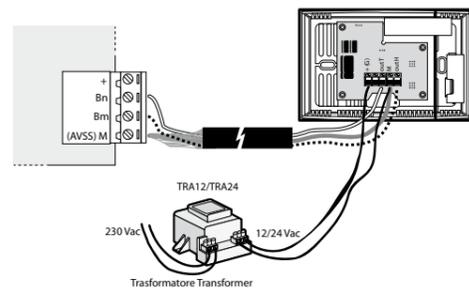

Fig. 4
Le sonde elettroniche CAREL serie DP sono dispositivi per applicazioni nei settori di condizionamento e trattamento aria, riscaldamento e refrigerazione, in abbinamento con i relativi controlli CAREL. Sono disponibili le versioni per ambiente, ambiente tecnico e per condotta. Si differenziano fra il montaggio, per il tipo di uscita di segnale e per i modelli: temperatura, umidità o combinati. Sono disponibili anche versioni con uscita di temperatura con NTC resistivo. Rispetto alla famiglia ASW presentano notevoli migliorie per la precisione di misura di temperatura ed umidità. La configurazione dei dip-switch (DP1, 2) permette la selezione del segnale di uscita per la connessione a controlli CAREL o altri, come indicato in fig. 4:
In fig. 4 sono riportati gli schemi di collegamenti per le connessioni con uscita in tensione o corrente e per NTC resistivo.
- Per il cablaggio si consiglia un cavo multipolare da 3 a 5 fili con sezione massima di 1,5mm2. Per i modelli in corrente a 4...20mA per distanze superiori a 30 m si consiglia di utilizzare l'uscita in corrente, fino alla distanza massima di 200 m. In caso di alimentazione in alternata delle sonde (24 Vac) è indispensabile utilizzare cavi di sezione 1,5mm2 per ridurre il rumore dovuto alla connessione di alimentazione, se possibile e' da preferire l'alimentazione in continua (12...24 Vdc) oppure l'alimentazione supplementare con trasformatore come in fig. 4.
Per evitare gli errori dovuti alla corrente di alimentazione si può utilizzare una alimentazione supplementare da un trasformatore esterno (fig. 4; cod. trasformatore TRA12VDE00 o TRA2400001). Il trasformatore non deve essere collegato a terra e può essere posizionato nel quadro del regolatore, la connessione di alimentazione utilizza in questo caso due fili separati da quelli di segnale (4 o 5 fili in totale) e si eliminano gli errori in quanto non scorre corrente sulla connessione M-AVSS. In installazioni con più sonde ognuna deve essere alimentata dal proprio trasformatore, con tale situazione la distanza max di collegamento può essere di 100m (fig. 4). Uscita in corrente a 4...20mA per distanze superiori a 30 m si consiglia di utilizzare l'uscita in corrente, fino alla distanza massima di 200 m. In caso di alimentazione in alternata delle sonde (24 Vac) è indispensabile utilizzare cavi di sezione 1,5mm2 per ridurre il rumore dovuto alla connessione di alimentazione, se possibile e' da preferire l'alimentazione in continua (12...24 Vdc) oppure l'alimentazione supplementare con trasformatore come in fig. 4.
To avoid errors due to the supply current, an additional power supply from external transformer can be used (Fig. 6, transformer code TRA12VDE00 or TRA2400001). The transformer must not be earthed and can be installed in the controller panel, the power supply connection in this case uses two separate wires from the signal wires (4 or 5 wires in total) and errors are eliminated, as no current runs through the M-AVSS connection. In installations with multiple probes, each must be powered by its own transformer, and in these situations the maximum connection distance is 100 m (Fig. 6). 4 to 20 mA current output: for distances in excess of 30 m, the current output should be used, up to a maximum distance of 200 m. For alternating current power supply to the probes (24 Vac) it is essential to use 1.5 mm2 wires so as to reduce the noise due to the power supply connection, where possible use a DC power supply (12 to 24 Vdc) or alternatively an additional power supply with transformer as shown in Fig. 4.